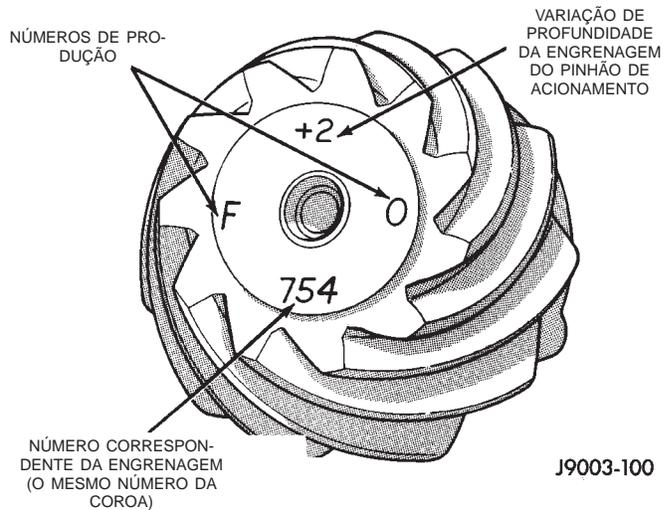

Fig. 67 Números de Identificação da Engrenagem do Pinhão
A coroa e o pinhão são fornecidos somente como conjuntos acasalados. Os números de identificação da coroa e do pinhão são marcados na superfície de cada engrenagem (Fig. 67). Um número de mais (+), menos (-) número ou zero (0) é gravado na face da engrenagem do pinhão. Esse número é a quantidade (em milésimos de uma polegada) de variações de profundidade do ajuste de profundidade padrão de um pinhão gravado com um (0). O ajuste padrão da linha do centro da engrenagem do pinhão à superfície traseira do pinhão é de 96,850 mm (3,813 pol.). A profundidade padrão fornece o melhor padrão de contato de dente. Consulte "Parágrafo de Análise de Folga entre Dentes e de Padrão de Contato" nessa seção, para obter informações adicionais.
- (25) Selecione um calço igual ao calço selecionado acima, além do número de variação de profundidade da engrenagem do pinhão marcado na superfície da engrenagem do pinhão (Fig. 67) utilizando o sinal oposto do número de variação. Por exemplo, se a variação de profundidade for -2, adicione +0,002 pol. na leitura do indicador de mostrador.